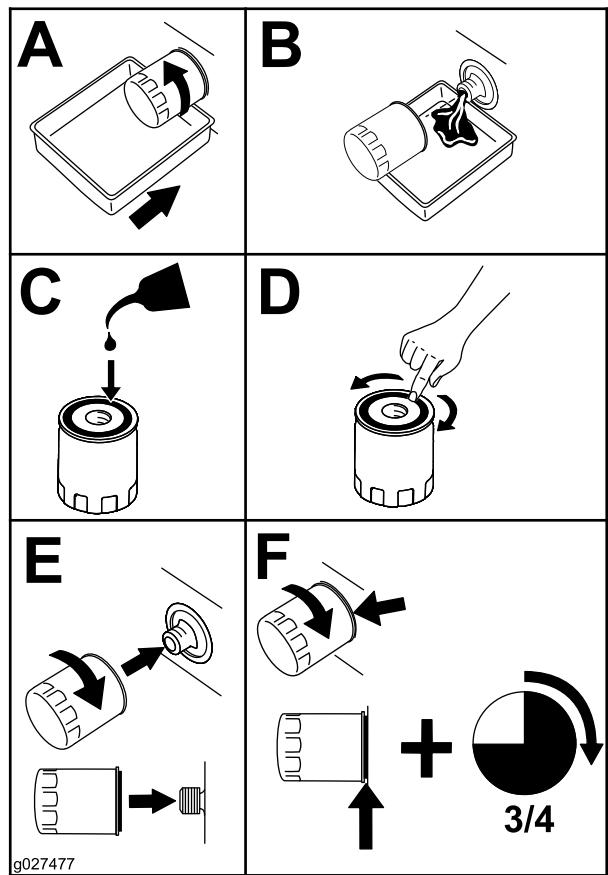

Figura 37
- Sustituya el filtro de aceite del motor (Figura 37).